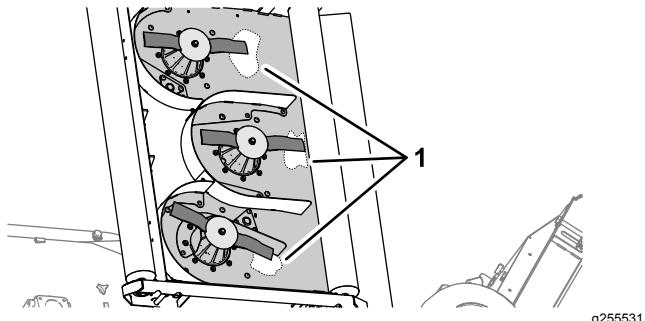

Figura 71
2. Limpie la parte inferior de la carcasa del cortacésped en el área junto al filo de corte en la parte trasera de la cuchilla (Figura 71).